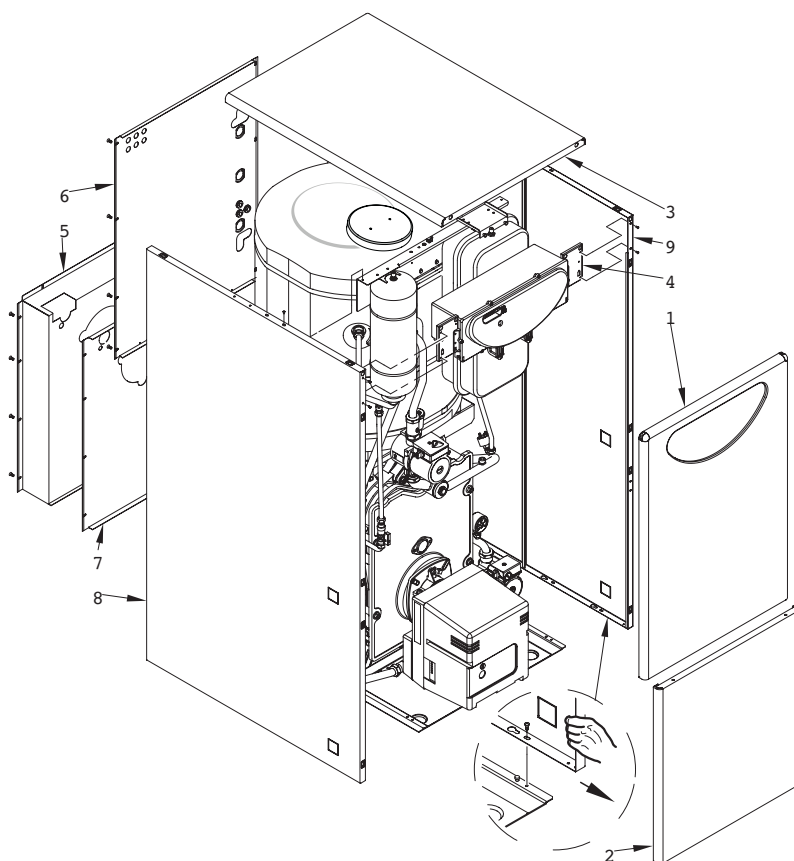

Fig. 13
4.4 DESMONTAGEM DA ENVOLVENTE (fig. 13)